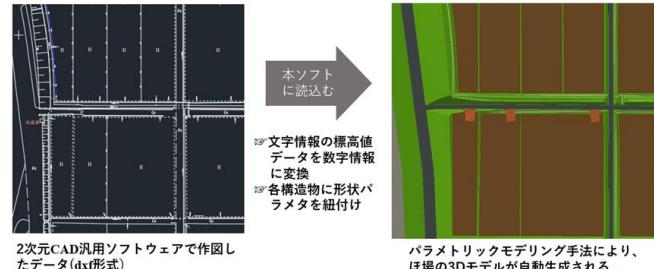

図1 2Dデータから3Dモデルへの変換
- 従来の2次元汎用ソフトを用いて、標高値を含む構造物の骨格線データを作成し、本ソフトに読み込ませることで、瞬時にほ場、農道などを自動的に3次元モデルに変換できます。(図1)